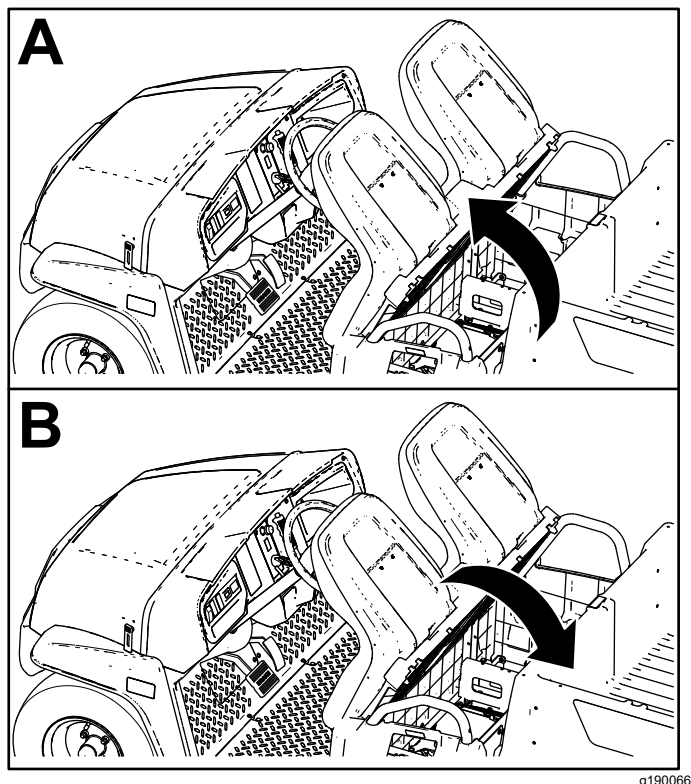

Figura 29
Per sollevare il gruppo sedile, spingetelo in avanti fino ad appoggiarlo al volante (**Figura 29**).
Per abbassare il gruppo sedile, spingetelo indietro fino a riportarlo nella posizione originale (**Figura 29**).
1. Spingete il gruppo sedile in avanti in posizione di sollevamento (**Figura 29**).